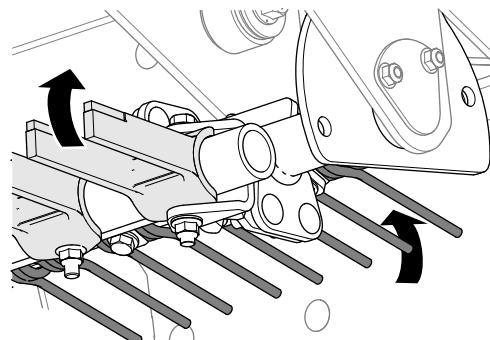

Figura 15
- 5. Gire el brazo del apero combinado para seleccionar un juego de púas (Figura 15).